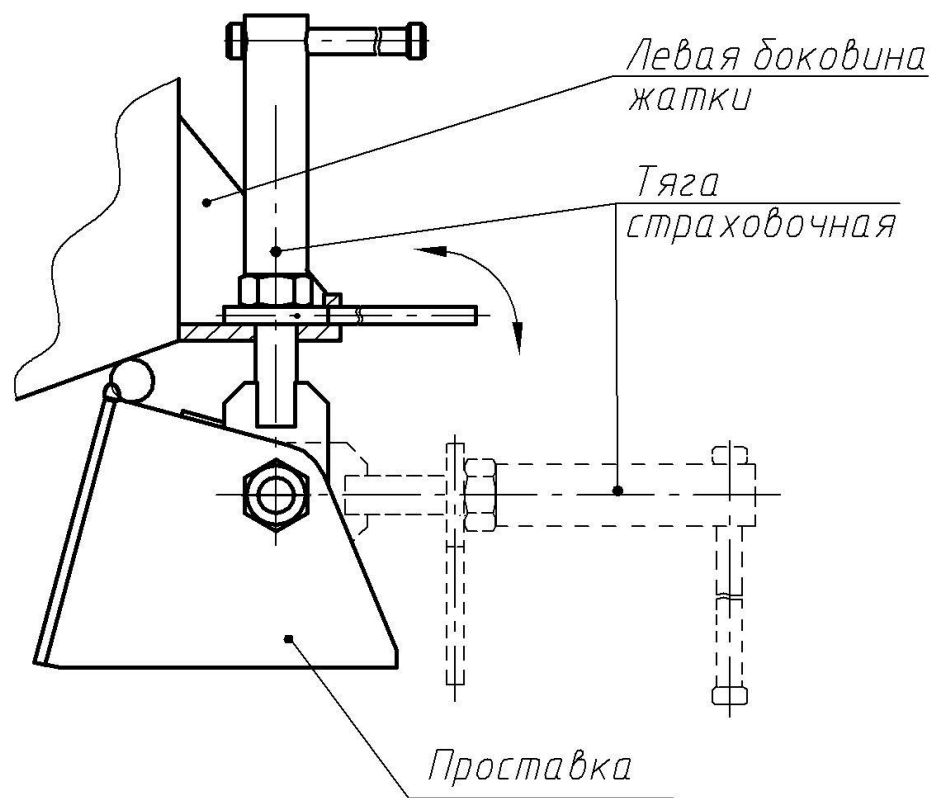

Рисунок 5. Фиксирование левой боковины страховочной тягой
5.2.2. При транспортных переездах жатки зафиксируйте левую боковину тягой в верхнем положении (рисунок 5).
– управляя с кабины трактора, выдвиньте шток гидроцилиндра подъема жатки, установив жатку на максимальную высоту, при этом клапан 3 (рисунок 3) должен быть открыт, страховочная тяга (рисунок 5) должна находиться в горизонтальном положении;
– зафиксируйте тягой левую боковину жатки (рисунок 5), накинув сверху квадратную шайбу и завернув гайку (рисунок 1);